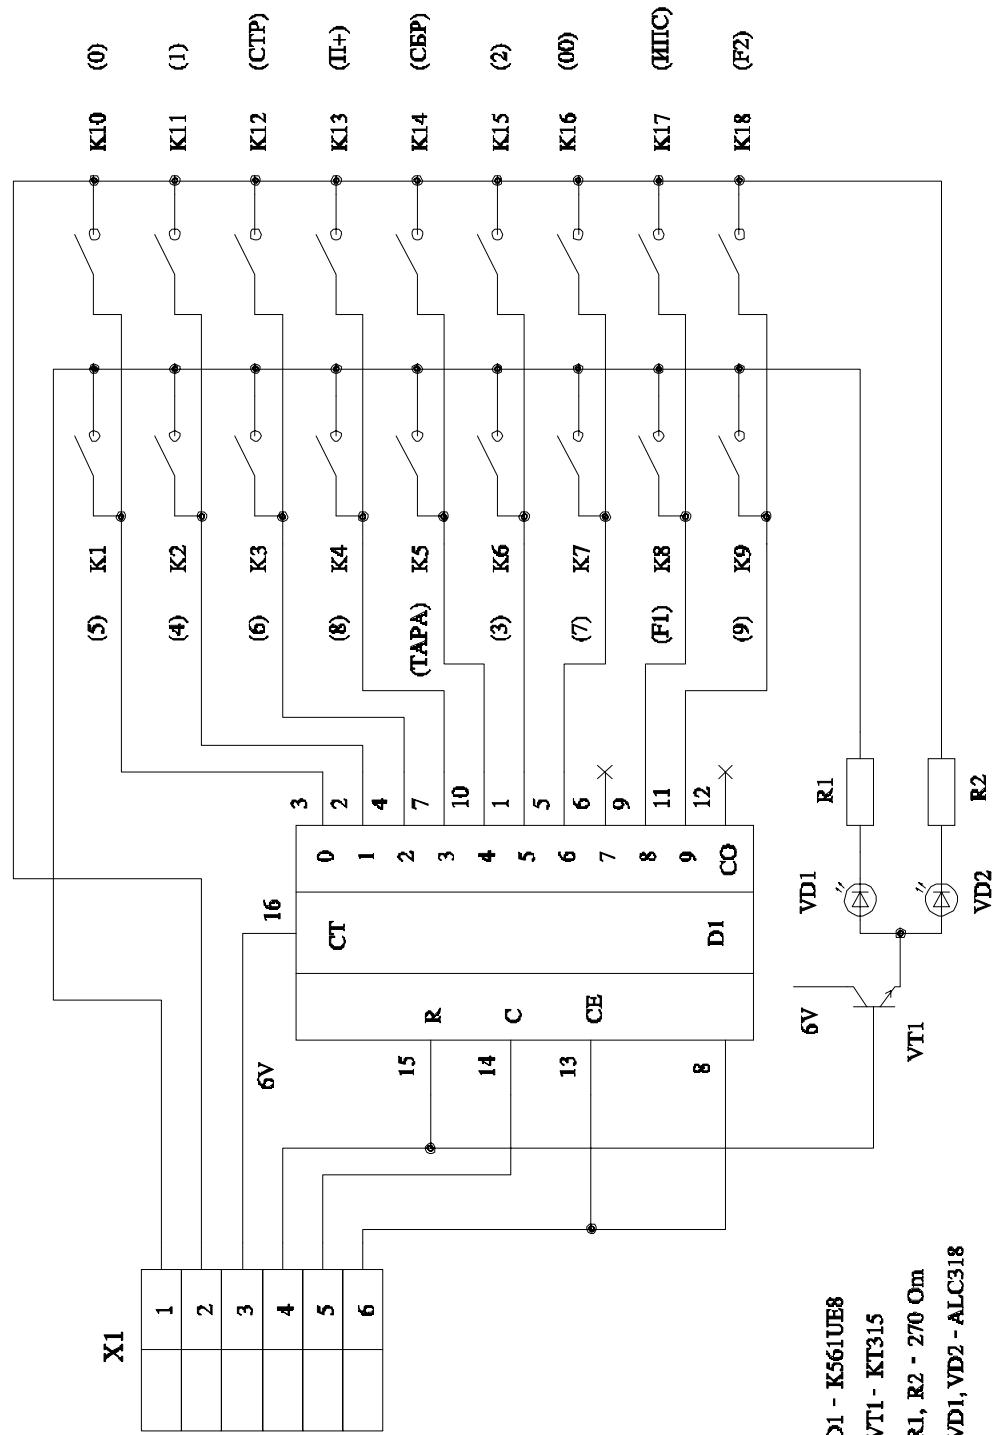

Рис. 7. Схема клавиатурной платы KEY542
5.3.8. На клавиатурной плате KEY542 (Рис.7) через м/с D1 производится опрос состояния кнопок клавиатуры. Светодиоды VD1, VD2 сигнализируют о режимах работы весов. Связь между клавиатурной платой и метрологической осуществляется через разъем X1.
Рис. 7 а. Схема клавиатурной платы
- K4,K1, промодулированный высокочастотный сигнал с кварцевых резонаторов (рис.7);